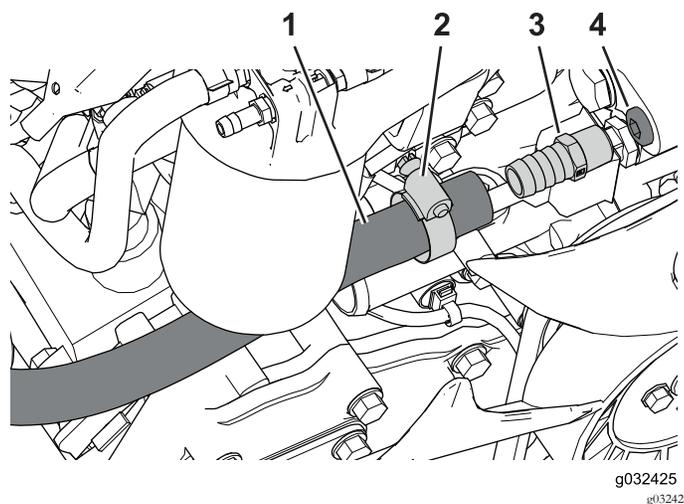

Рисунок 29
2. Нанесите герметик на наружную резьбу прямого штуцера, пропустив первый виток резьбы (Рисунок 29).
5. Наденьте шланговый хомут на конец шланга (Рисунок 29).
6. Наденьте шланг на прямой штуцер и закрепите шланговым хомутом, как показано на Рисунок 29.
1. Найдите и снимите заглушку отверстия двигателя (Рисунок 29).